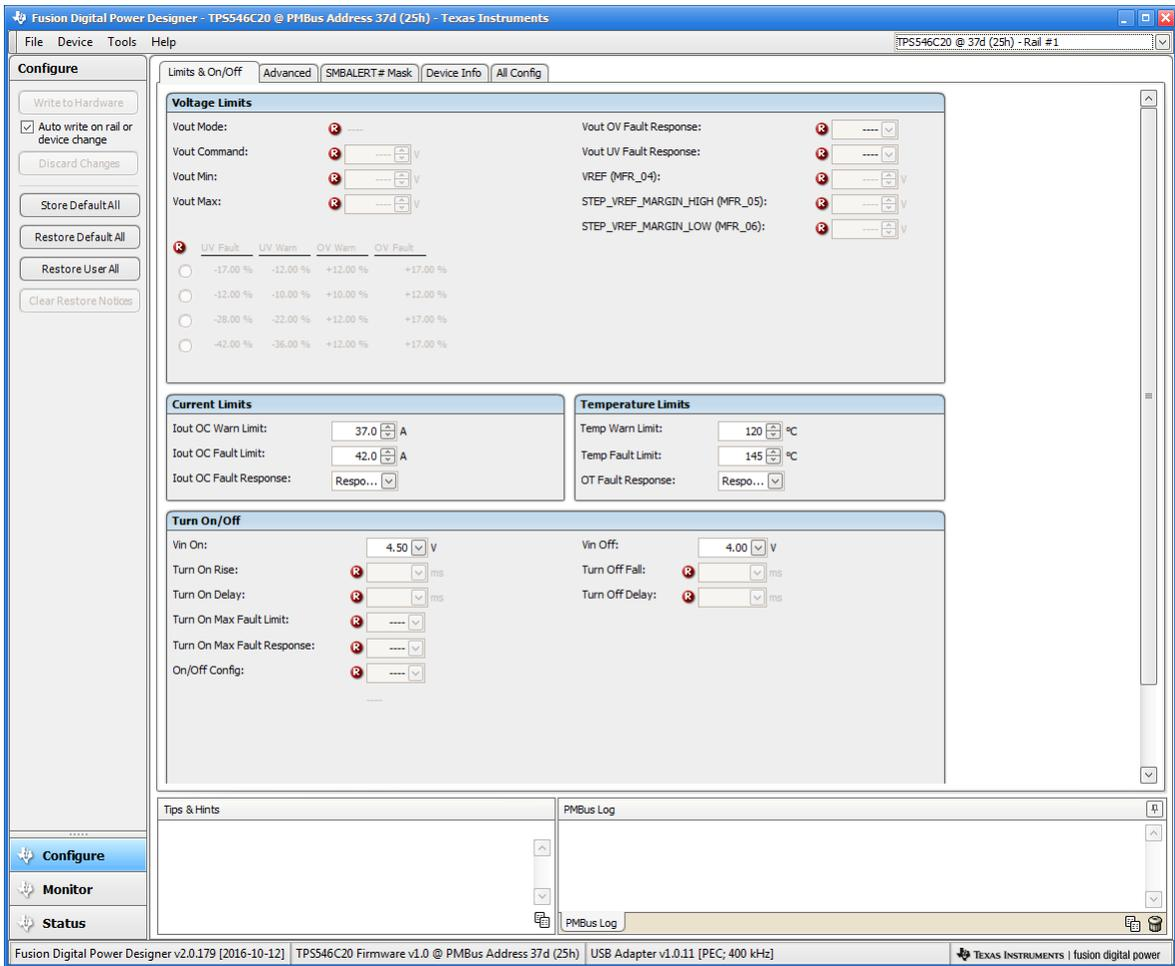

图 10-2. 配置 - U1 和 U2 的限制和开/关
- 使用 **Limits & On/Off** 选项卡 ( 图 10-2 ) 配置以下各项：